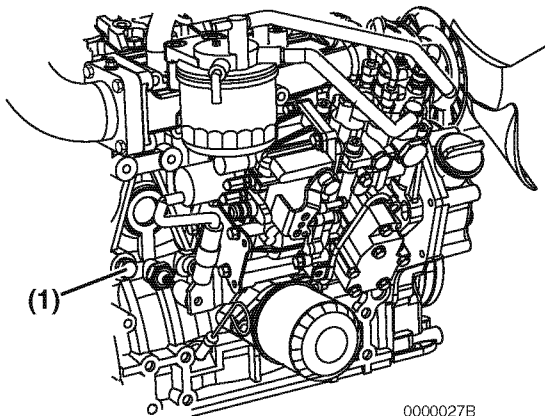

Figure 20
- Sur les modèles non équipés d'un refroidisseur d'huile, retirez le bouchon de vidange du liquide de refroidissement (**Figure 20, (1)**) du bloc moteur.